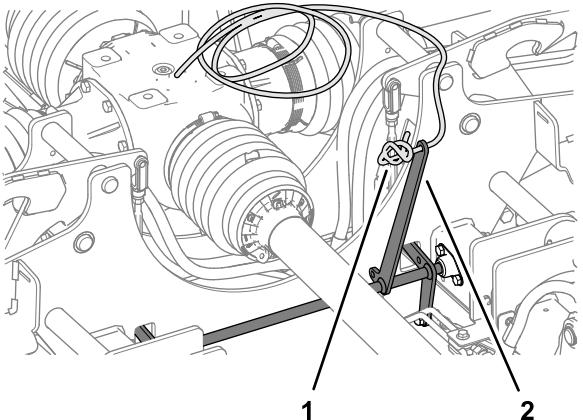

Рисунок 11
- Вставьте конец троса фиксаторов дек в отверстие рычага фиксатора и надежно привяжите трос (Рисунок 11).